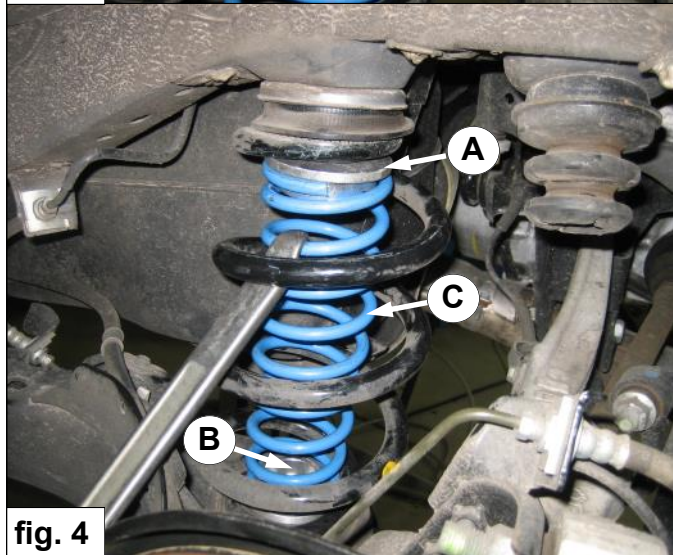

fig. 4
6. Druk de hulpveer **C** met een bandenijzer in en plaats de bovenschotel **A** in het gat van de originele veerschotel. Zie fig. 4.